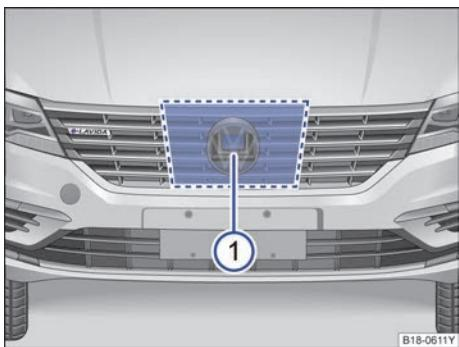

图 94 雷达传感器
前部辅助系统的雷达传感器位于 VW 标志后方的散热传感器格栅内 → 图 94 ①，可识别前方最远约 100m 内的车辆。
雷达传感器前方和四周的区域 → 图 94 不得被贴签、附加大灯、牌照装饰框或其他类似物体遮盖，因为这样做可能会影响前部辅助系统的功能。